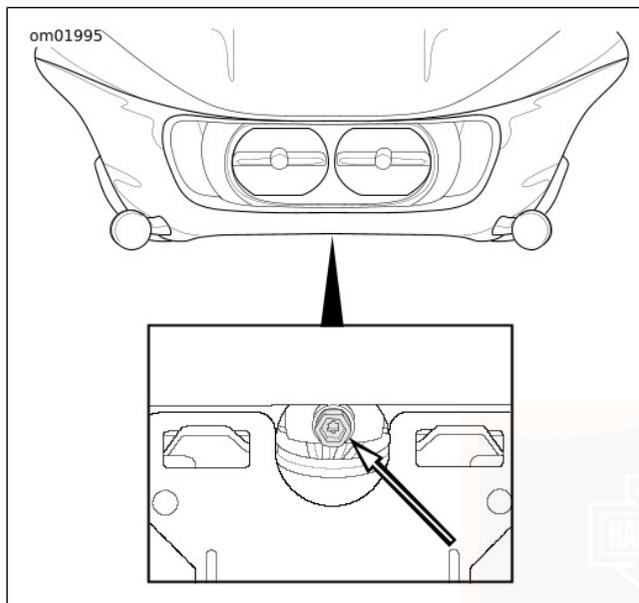

Abbildung 96. Schweinwerfereinsteller: FLTRU, FLTRX,
3. **Modelle mit rahmenmontierter Verkleidung:** Siehe Abbildung 96.